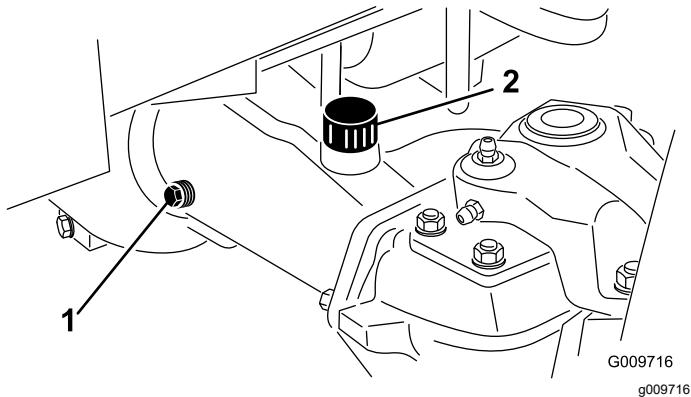

图 68
- 从轴的 1 端取出检查塞 **图 68** 确保油向上直至孔的底部。如果油位过低请取出加注塞 **图 68** 添加足够的油直至油位达到检查塞孔的底部。